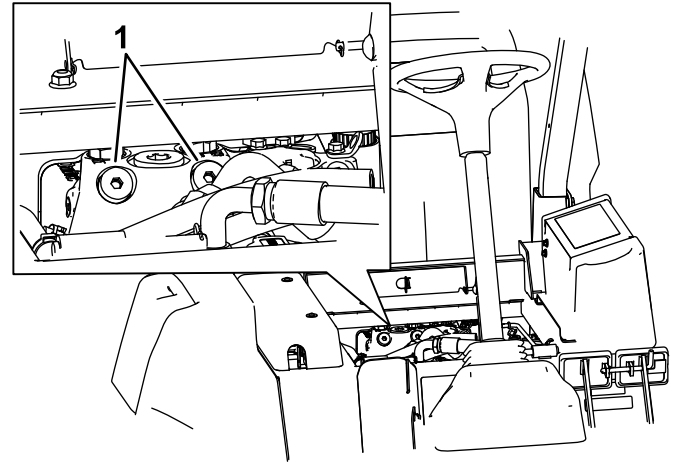

Bild 74
1. Klappen Sie den Sitz hoch und ermitteln Sie die Sicherheitsventile, die sich unter der Vorderseite des Kraftstofftanks befinden (Bild 74).